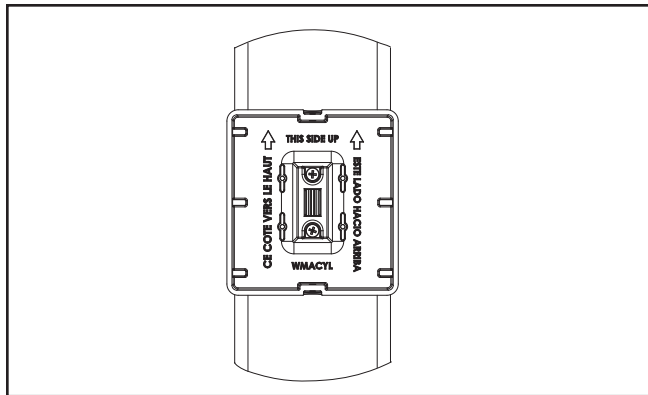

Figura 4.
5. Asegúrese de que la orientación del cilindro sea correcta (consulte la figura 4).